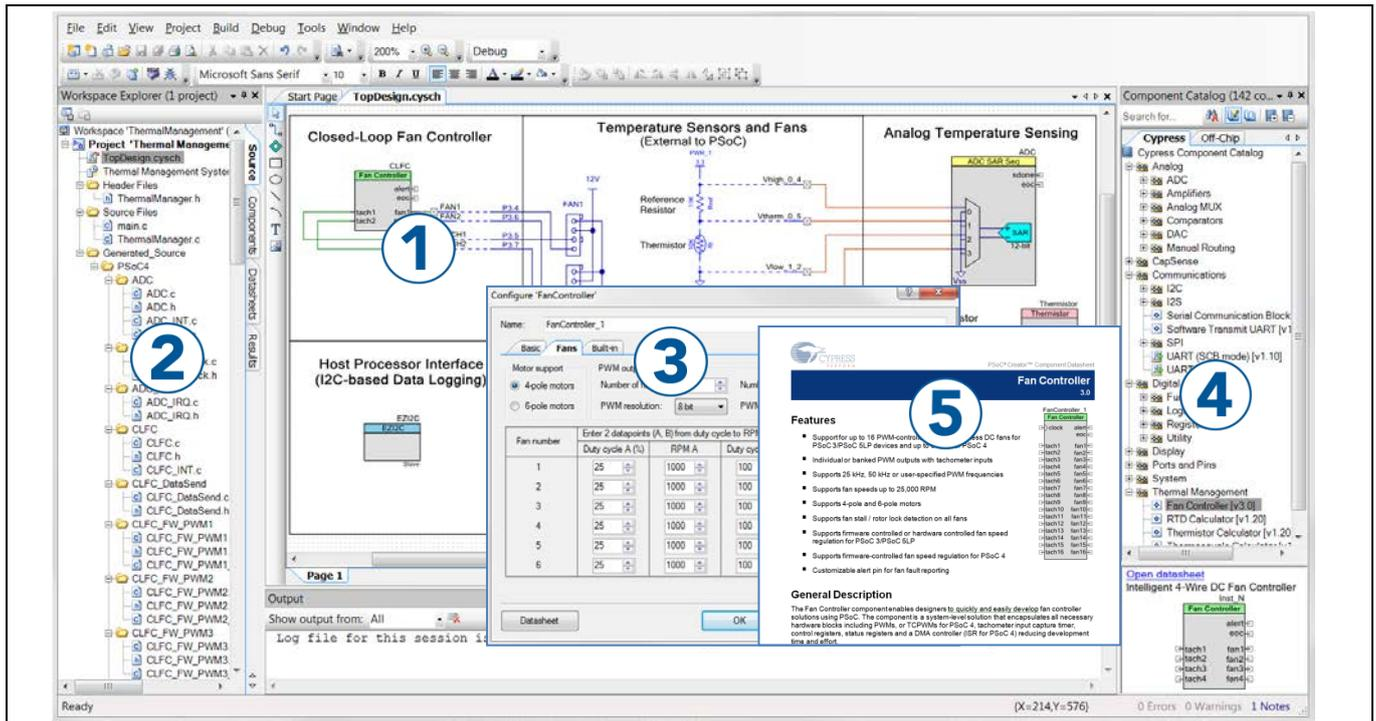

Figure 35 PSoC™ Creator の特長
**PSoC™ Creator** は Windows ベースの統合設計環境 (IDE) です。無料で利用できます。このキットにより、PSoC™ 3、PSoC™ 4 および PSoC™ 5LP ベースのシステムについて、ハードウェアとファームウェアの同時並行の設計が可能です (Figure 35 を参照ください)。PSoC™ Creator により、以下のことが可能です。